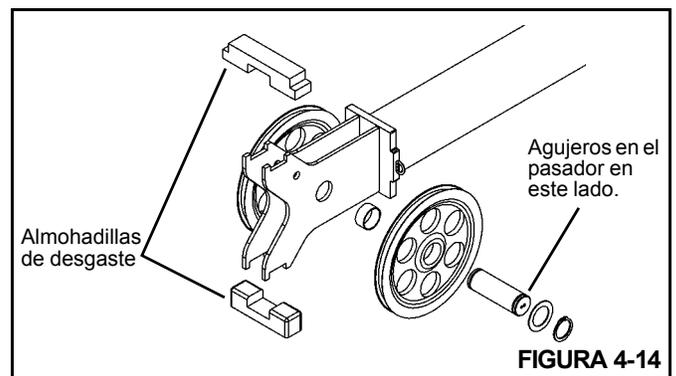

FIGURA 4-14
- 1. Instale las ruedas de polea en el cilindro telescópico. Los agujeros del extremo del pasador deberán quedar ubicados como se muestra en la Figura 4-14.
NOTA: Asegúrese que las almohadillas de desgaste superiores no se caigan durante la instalación del cilindro (Figura 4-14).